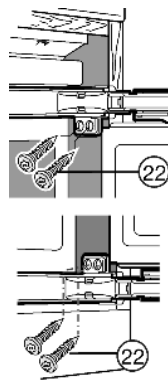

Fig. 18
- ▶ Avvitare con viti lunghe per truciolare Fig. 18 (22) inserite nelle cerniere, in alto e in basso.